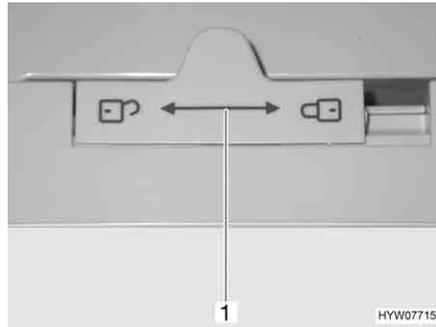

Bild 193 Verriegelung der Kühlschranktür (Dometic 7er-Reihe)
- Verriegelung (Bild 193,1) nach links "☞" schieben.
- Verriegelung (Bild 193,1) ganz nach rechts "☛" schieben.